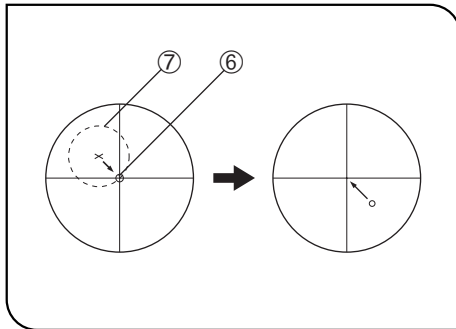

Abb. 21
9. Zentrieren des Drehtisches (Abb. 21 & 22)